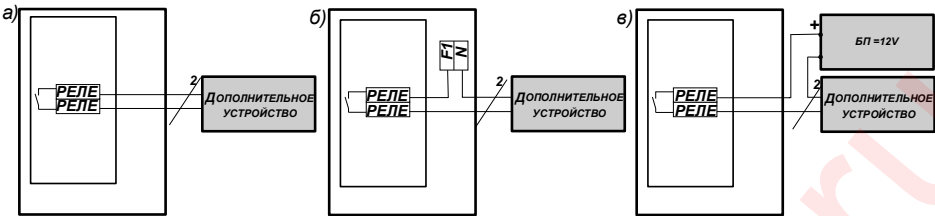

Рис. 1
Сброс памяти сработки происходит нажатием кнопки «СБРОС/ТЕСТ» на лицевой панели (см. Приложение А Рис. 1).
Встроенная звуковая сигнализация включена, пока есть активный сигнал датчика загазованности, или пока не будет нажата кнопка «СБРОС/ТЕСТ» на лицевой панели (см. Приложение А Рис. 1).
Электрический монтаж рекомендуется выполнять согласно Рис.1 Приложения Б в приведенной ниже последовательности.
2.2.2 Подключить дополнительное устройство, например светозвуковой оповещатель, к клеммам «РЕЛЕ» на плате «ГТ003», согласно одного из приведенных ниже вариантов на Рис. 1.